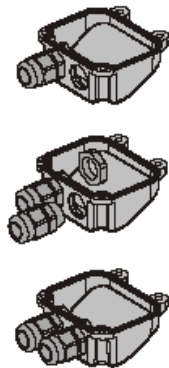

Рис. 21
- 1) Выдавить второе намеченное отверстие в крышке, рис. 21.
- 2) Установить поставляемый в комплекте кабельный ввод, рис.21.